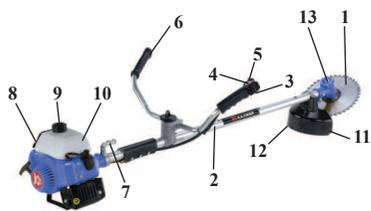

рис.1
4.1 Общий вид бензокосы схематично представлен на рис. 1*